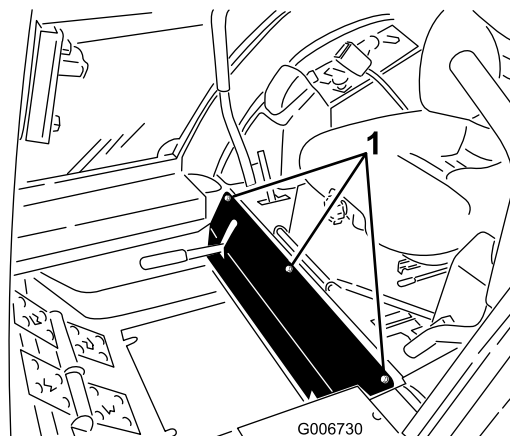

Figure 71
- Retirez les boulons de fixation du panneau avant et déposez le panneau (Figure 71).